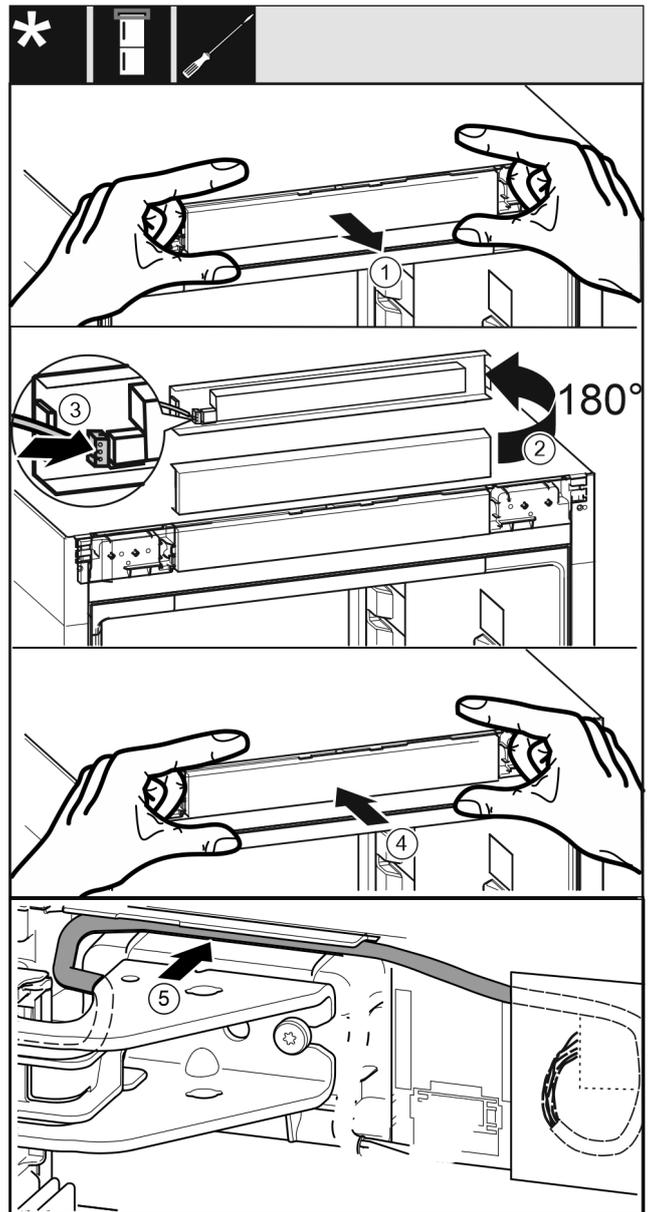

Fig. 31
- ▶ Bedienblende vorsichtig herausnehmen. Fig. 31 (1)
- ▶ Blende um 180° nach oben drehen. Fig. 31 (2)
- ▶ Stecker an der Bedienteilblende einrasten. Fig. 31 (3)
- ▶ Bedienblende wieder am Gerät einrasten. Fig. 31 (4)
- ▶ Graues Kabel vorsichtig in der Führung über dem oberen Lagerbock verlegen. Fig. 31 (5)